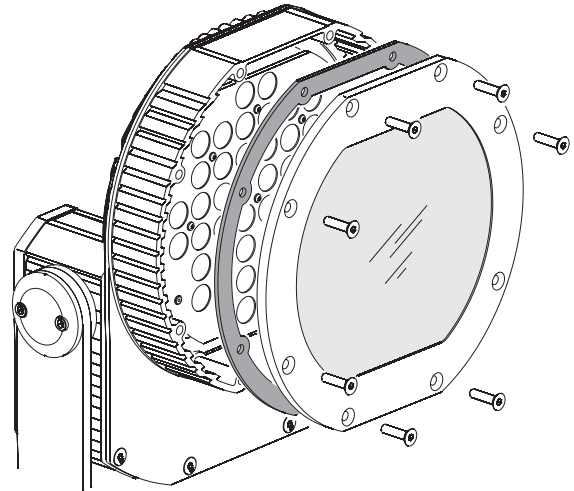

Bild 17: Schrauben und Dichtung der vorderen Abdeckung
2. Siehe Bild 17. Lösen Sie die Schrauben der vorderen Abdeckung und entfernen Sie das Frontglas und die Dichtung.